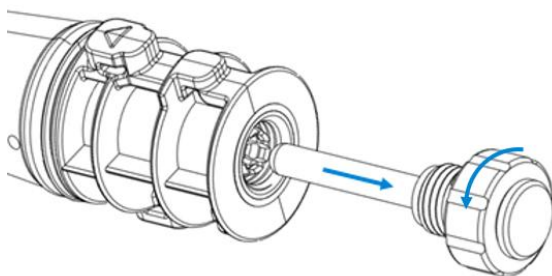

Figura 4 Svitare ed estrarre il tappo di spedizione dal corpo della torcia
1. Svitare il dado di blocco sul corpo della torcia per rimuovere il tappo di spedizione. Vedere Figura 4.